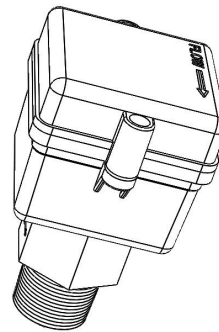

Figure 40. Débitmètre
1. La pression au distributeur de gaz est mesurée au point de prise de pression situé entre la vanne de gaz et l'orifice de gaz (voir **Figure 40**).